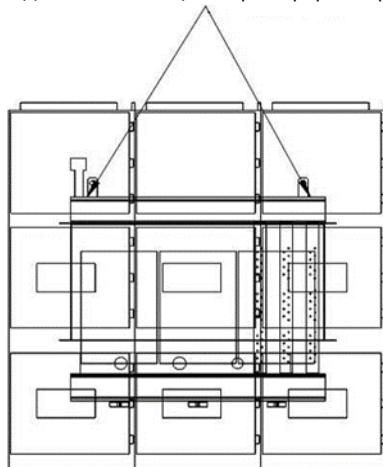

Рис. 2.6 - Подъем шкафа трансформатора
**!** При транспортировке распакованного шкафа трансформатора не допускается подъем с зацеплением только за подъемное кольцо шкафа (рым-болты), т.к. он имеет большой вес — необходимо использовать подъемную проушину специальных швеллеров, покрашенных в желтый цвет. Либо использовать подъемные кольца непосредственно на трансформаторе, как показано на рис. 2.6.